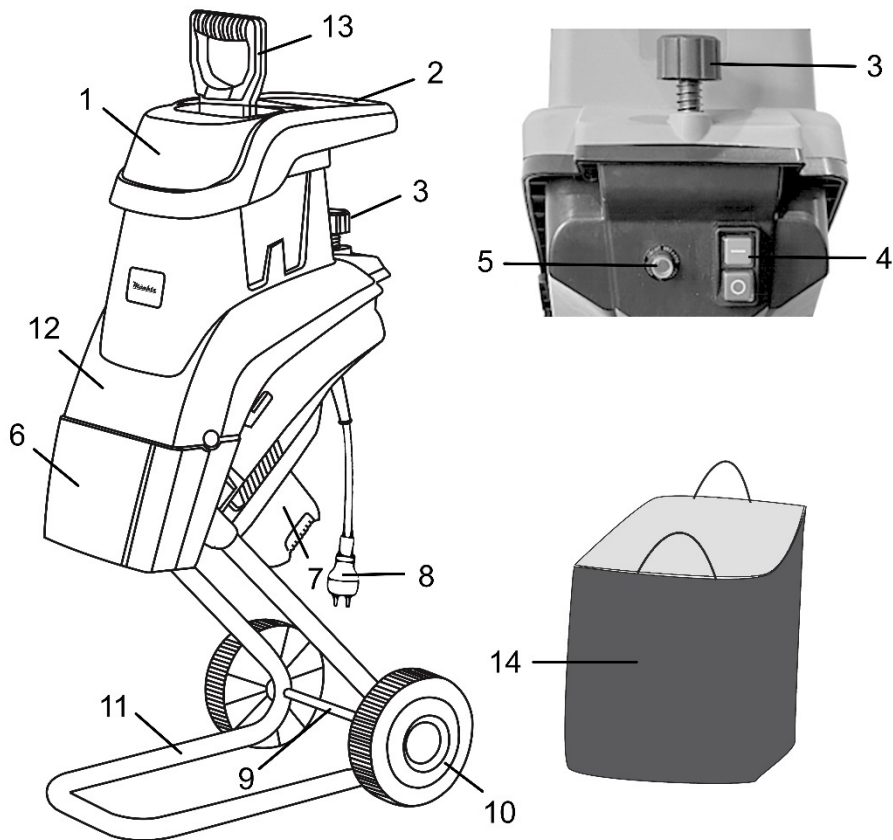

Рисунок 1
- переверніть металеву раму (11, рисунок 1) для зручності монтажу транспортувальних коліс (10, рисунок 1);
- змонтуйте колеса на осі (9, рисунок 1) згідно з рисунком 2 (надягніть на вісь першу шайбу, потім колесо та другу шайбу, затягніть гайку гайковим ключем, вставте у відповідне місце колеса ковпак);
- щоб увімкнути гілкоподрібнювач необхідно натиснути кнопку зеленого кольору з позначкою «I» головного вимикача (4, рисунок 1), щоб вимкнути – натиснути кнопку червоного кольору з позначкою «O». Якщо електродвигун не запускається, натисніть кнопку блокувального вимикача (захисту від перевантаження) (5, рисунок 1), при цьому переконайтеся, що силова вилка шнура електроживлення (8, рисунок 1) під'єднана до мережі;
- дочекайтесь поки електродвигун досягне максимальних обертів та дайте йому попрацювати без навантаження на холостому ходу кілька секунд, а потім почніть завантаження матеріалу для обробки в отвір завантажувального лотка (1, рисунок 1). Використовуйте гілкоподрібнювач виключно для подрібнення таких матеріалів:
- блокувальний вимикач (5, рисунок 1) активується в наступних випадках:
- відкрутіть фіксатор завантажувального лотка (3, рисунок 1) і зніміть сам лоток (1, рисунок 1);
- під'єднайте виріб до електромережі та натисніть кнопку блокувального вимикача (3, рисунок 1);
- натисніть зелену кнопку з символом «I» головного вимикача (4, рисунок 1).
- штовхач (13, рисунок 1) служить допоміжним засобом при наповненні бункера дрібним матеріалом (наприклад, дрібними гілками, листям та іншими садовими відходами);
- переконайтеся, що подрібнений матеріал вільно виходить з розвантажувального (викидного) жолоба (6, рисунок 1);